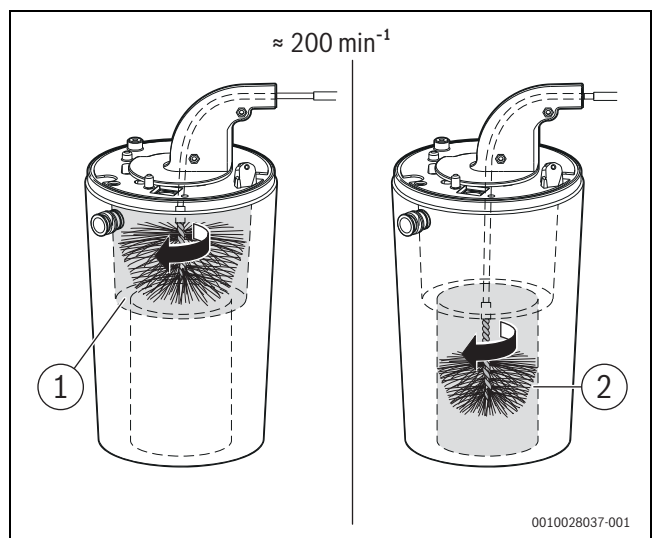

Bild 59 Wärmeblock reinigen (ca. 200 min^{-1} , nur Rechtslauf)
- Mit kleiner Bürste für den unteren Bereich wiederholen (→ Bild 59, [2]).